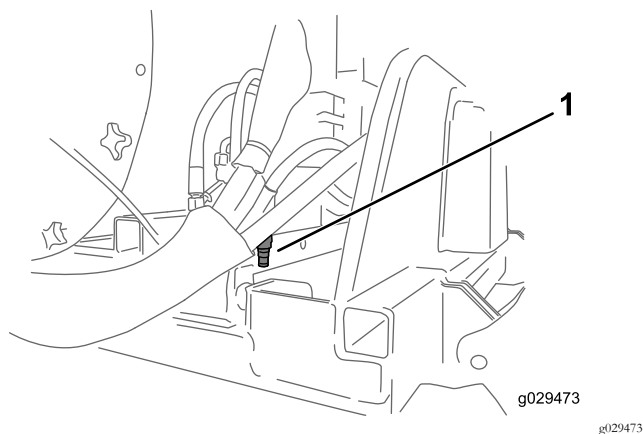

Figura 17
1. Rimuovete il tappo della valvola (Figura 17).